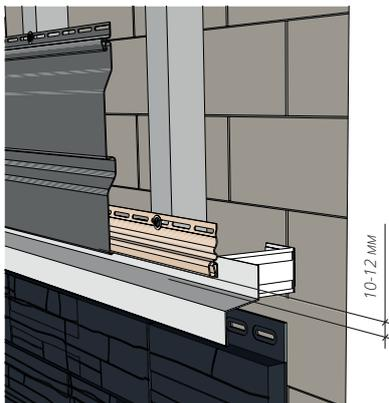

Рисунок 71
- 16.1** Установите стартовую планку по всему периметру здания, соблюдая основные правила монтажа. От нижней части стартовой планки до металлического отлива, разделяющего цокольную и фасадную часть пола террасы, должно быть расстояние 10-12 мм, чтобы завести первую панель сайдинга в стартовую планку (рис. 71).